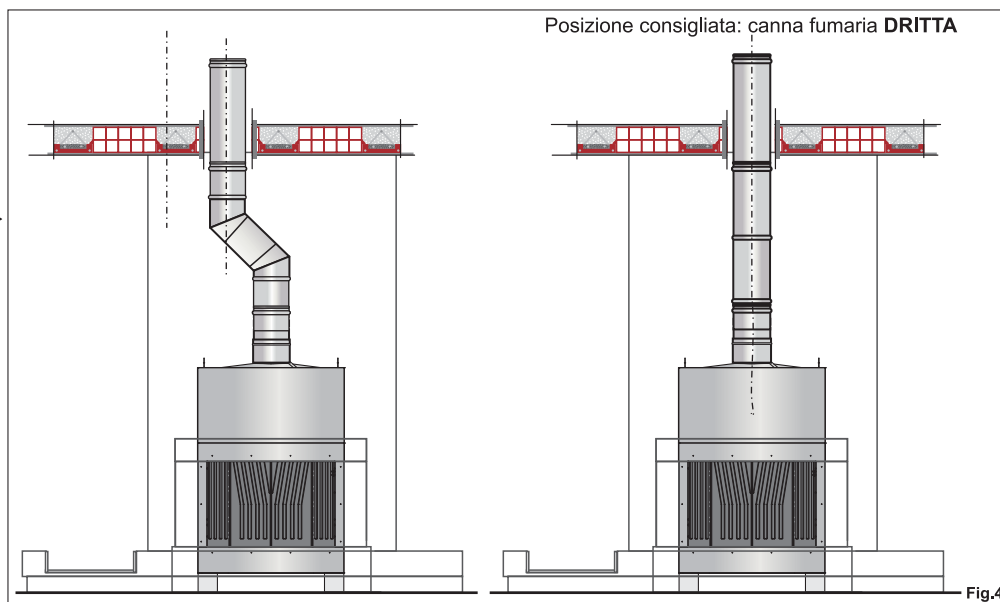

Fig.4
- Appoggiare il focolare a pavimento in posizione vantaggiosa per il collegamento della canna fumaria (**fig.4**).